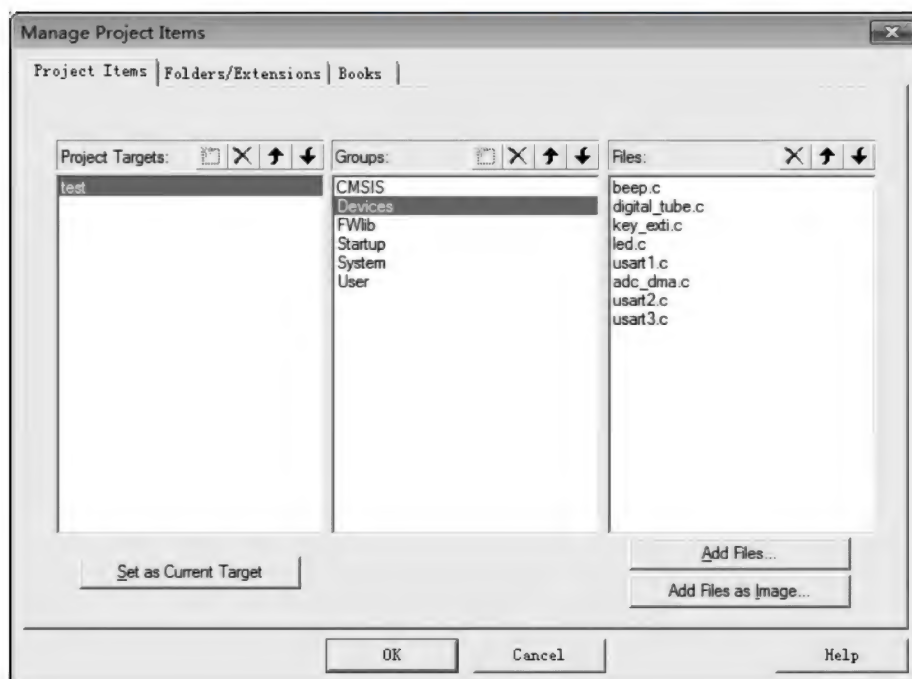

图 5.16 向 Devices 中添加内容
(4) Devices 组:在实验中根据 STM32F103C8T6 具体设备情况,向其中添加设备操作文件。此实验中只需添加 led.c 即可,如图 5.16 所示。